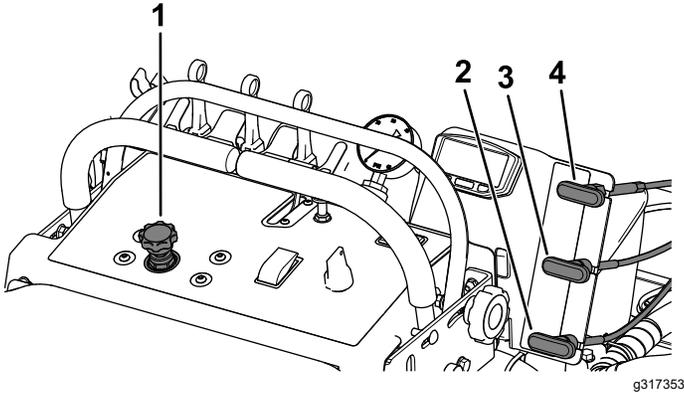

Figure 28
2. Tournez la commande de vitesse de la turbine pour démarrer le moteur de la turbine (Figure 28).